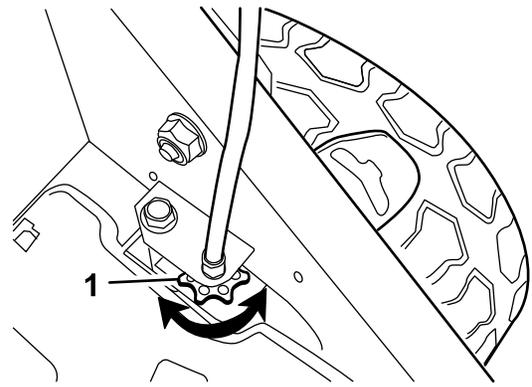

Рисунок 22
- Если колеса не вращаются, когда вы приводите в действие штангу управления самоходным приводом, ремень тяги натянут слишком слабо. Поверните ручку управления приводом колес (Рисунок 22) по часовой стрелке на один оборот и повторите действия, описанные в пунктах с 3 по 5.
- Если колеса начинают вращаться до того, как вы полностью прижмете штангу управления самоходным приводом к рукоятке, ремень тяги натянут слишком сильно. Поверните ручку управления приводом колес (Рисунок 22) против часовой стрелки на один оборот и повторите действия, описанные в пунктах с 3 по 5.